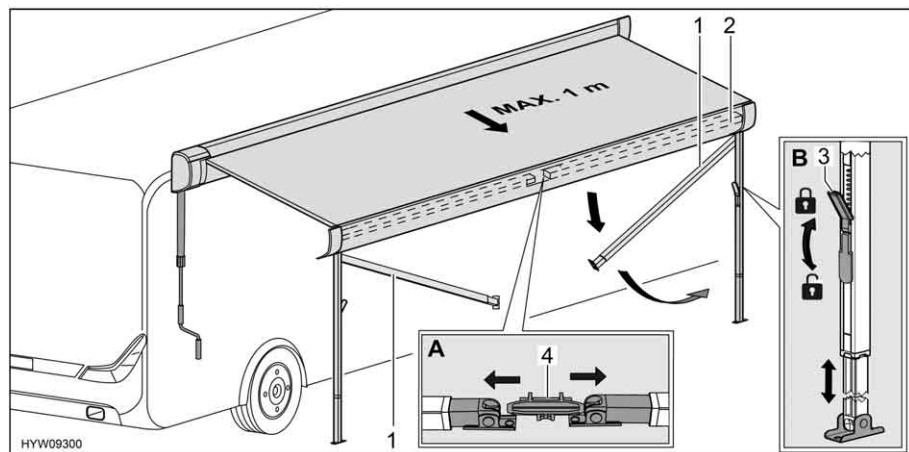

Fig. 36 Preparazione dei montanti di supporto
- Sbloccare i montanti di supporto (Fig. 36,1) dal supporto (Fig. 36,4) nel listello anteriore (Fig. 36,2). A tale scopo, premere leggermente verso l'esterno i montanti di supporto (Fig. 36,A).
- Allentare i bloccaggi (Fig. 36,3) dei montanti di supporto. A tale scopo, ripiegare la leva di serraggio verso il basso.
- Estrarre la parte inferiore dei montanti di supporto fino alla lunghezza desiderata (Fig. 36,B).
- Chiudere i bloccaggi (Fig. 36,3) dei montanti di supporto. A tale scopo, tirare verso l'alto la leva di serraggio.